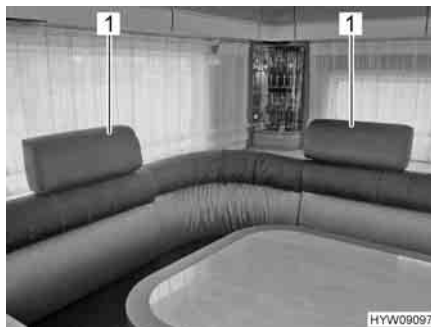

Fig. 89 Poggiatesta (separati)
- Fissare i poggiatesta (Fig. 89,1) tra il cuscino dello schienale e la parete.